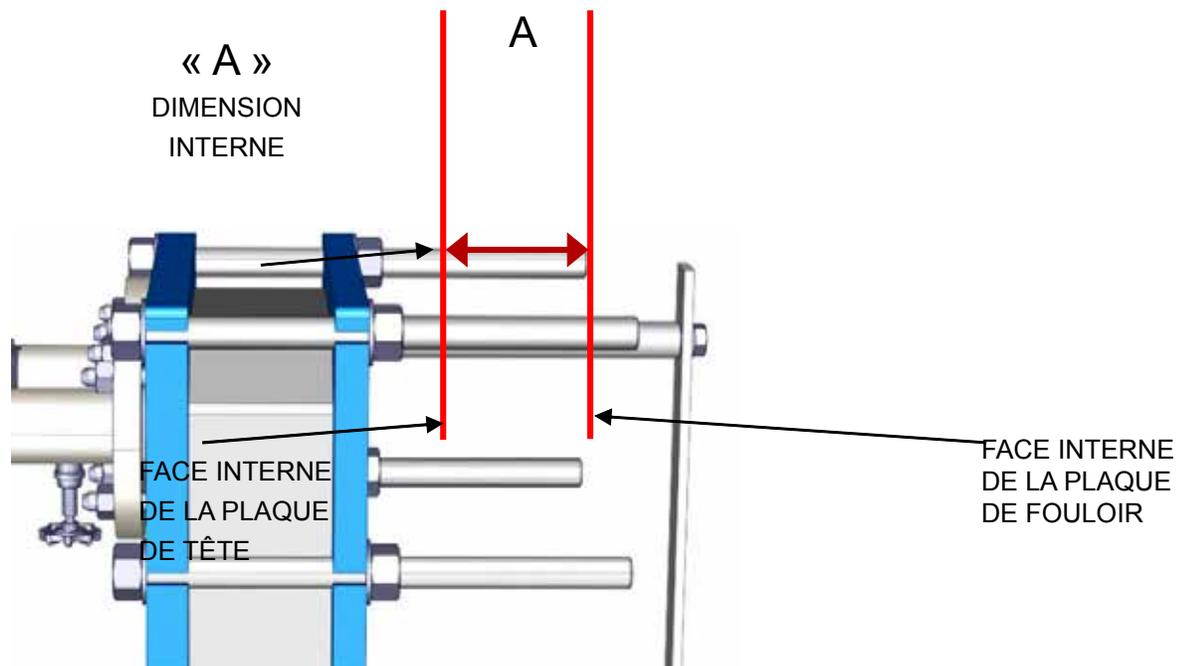

FIGURE 4-1: Dimension critique « A »
IMPORTANT! La distance entre les faces intérieures de la plaque de fouloir et la plaque de tête (« A » sur la figure 4-1) est indiquée dans le contrat de maintenance. En l'absence de cette donnée, mesurer et consigner soigneusement celle-ci avant le démontage. Cette dimension est essentielle pour un remontage correct.
6. Nettoyer les filets apparents des dix boulons de serrage (figure 4-1) puis les graisser.
5. Le serrage est terminé lorsque la distance entre les faces intérieures du fouloir et de la plaque de tête est égale à la distance « A » indiquée sur la fiche technique ou obtenue par mesure (voir figure 4-1). Cette course de serrage peut également être calculée à l'aide de la formule suivante: Distance du bloc = nombre de plaques x (épaisseur de plaque + coefficient) les coefficients varient en fonction du type de modèle. En cas de doute, s'adresser au revendeur LAARS compétent.